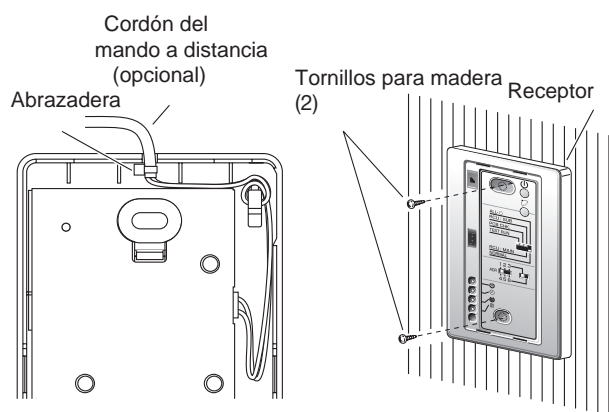

Fig. 11-25
5. Coloque el cable del mando a distancia en el interior del receptor, por encima de la placa. (Fig. 11-25)